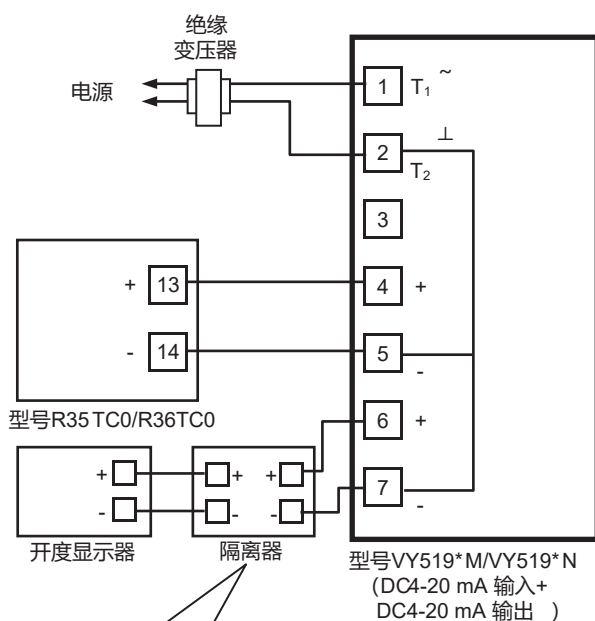

图9. 接线例：型号 VY519*M/VY519*N 1台 +
(注) 请参照『图8 端子图』、『图9、图10 接线例』，正确连接。
- * 端子2、5、7已在内部连接。内部未绝缘的设备（PLC和开度显示器等）连接到ACTIVAL的场合，请在外部把ACTIVAL与设备进行绝缘。否则，可能会形成公共回路，造成产品的回路损伤。图9和图10所示含型号R35 / R36在内的R系列控制器已在内部绝缘。